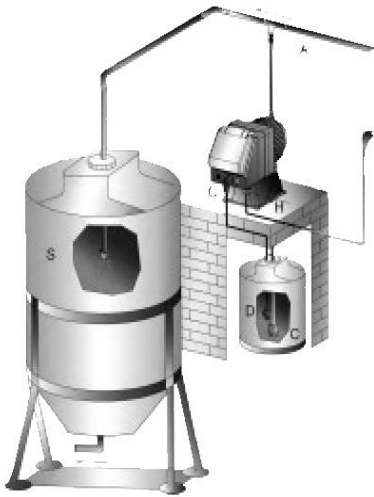

Fig. 12
6.2. Обычный вариант установки (Рис.12)